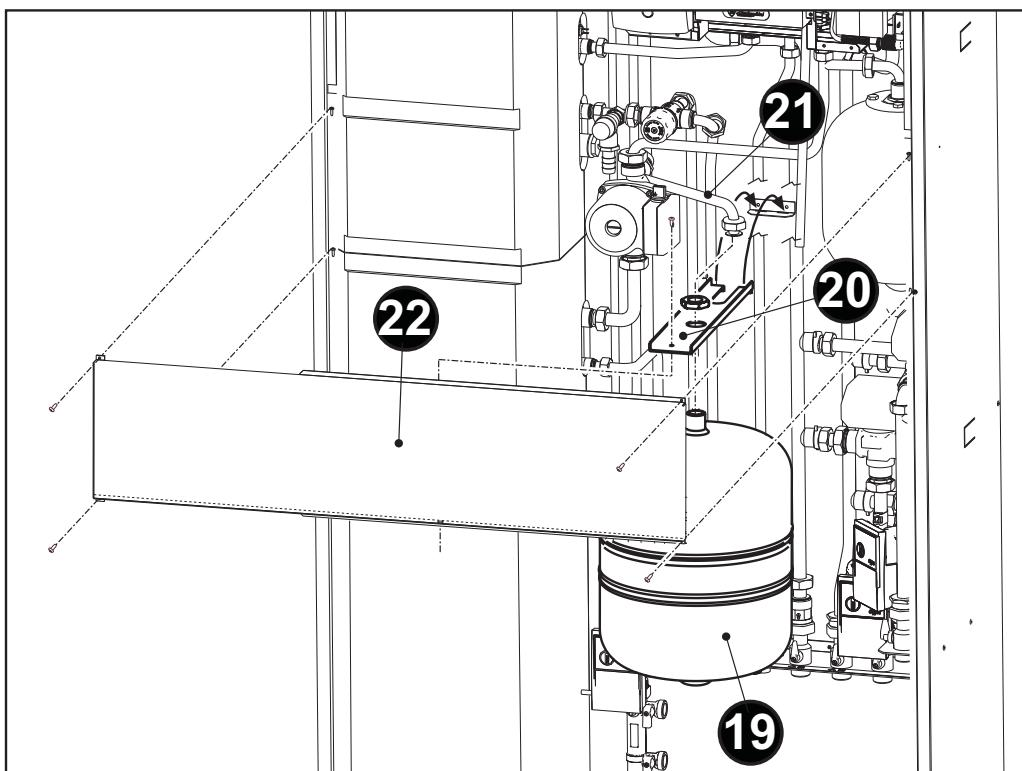

fig. 44
- Aggiornare la staffa “20” sul pannello posteriore dell’involtino come indicato in fig. 44.